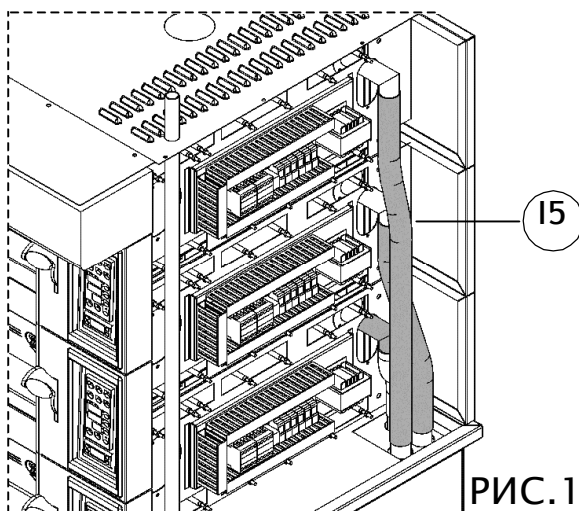

РИС.1
- Установите опору печи (pos.1 рис. 2 или рис.1) на расстоянии минимум 30 см от ближайшей стены, чтобы затем можно было установить панели обшивки.
- Se il forno è completo di vaporiera, collegare ogni camera alla relativa vaporiera con l'apposito tubo in gomma (pos. 15 fig.1).
- Если в комплект входит парогенератор, соедините каждую камеру с соответствующим парогенератором с помощью соответствующей резиновой трубы. (pos. 15 рис. 1)